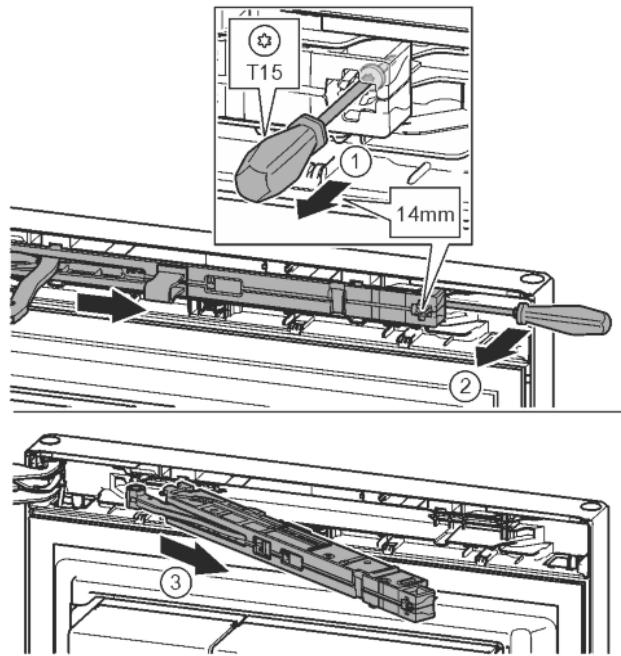

Fig. 13
- ▶ За допомогою викрутки Т15 ослабте гвинт на демпферному вузлі приблизно на 14 мм. Fig. 13 (1)
- ▶ Переміщаючи викрутку з боку ручки за демпферний вузол, поверніть уперед. Fig. 13 (2)
- ▶ Витягніть демпферний вузол. Fig. 13 (3)